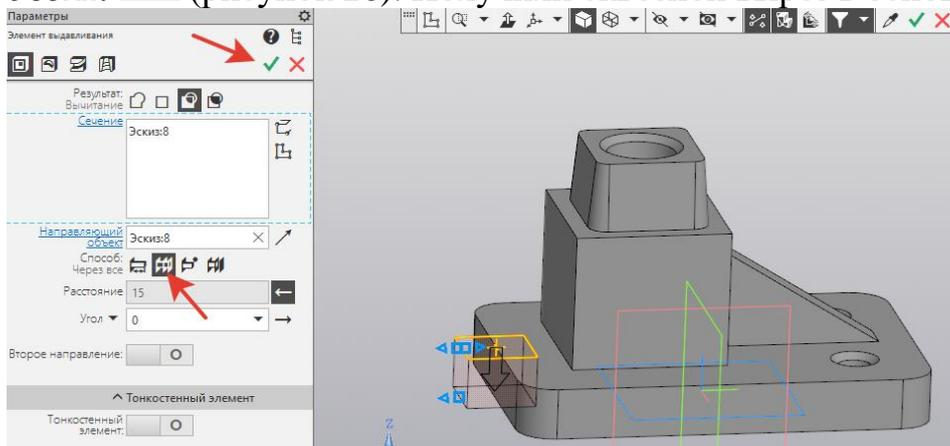

Рисунок 26.
25. На инструментальной панели **Элементы тела** - выбрать **Вырезать выдавливанием**. В **Параметрах** задать **Расстояние – Через все**. **Создать объект** (рисунок 26). Получили сквозной вырез в основании.